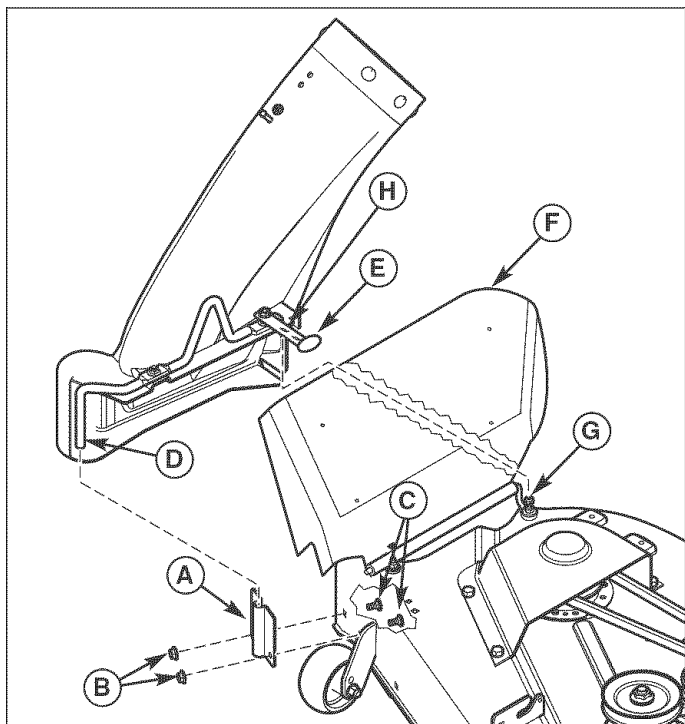

Figure 27. Installation du tube inférieur - Plateau de coupe de tondeuses de 44" et 50"
1. Installer la plaque de fixation (A, Figure 27) sur le plateau de coupe comme il l'est indiqué. Fixer à l'aide des boulons de carrosserie 5/16-18 x 5/8 (C) et des contre-écrous 5/16-18 (B).
2. Soulever le déflecteur d'éjection (F).
3. Insérer la tige de goulotte inférieure (D) dans la plaque de fixation (A).
4. Tirer la sangle en caoutchouc (E) sous le déflecteur d'éjection et fixer en plaçant le trou (H) sur le contre-écrou (G).